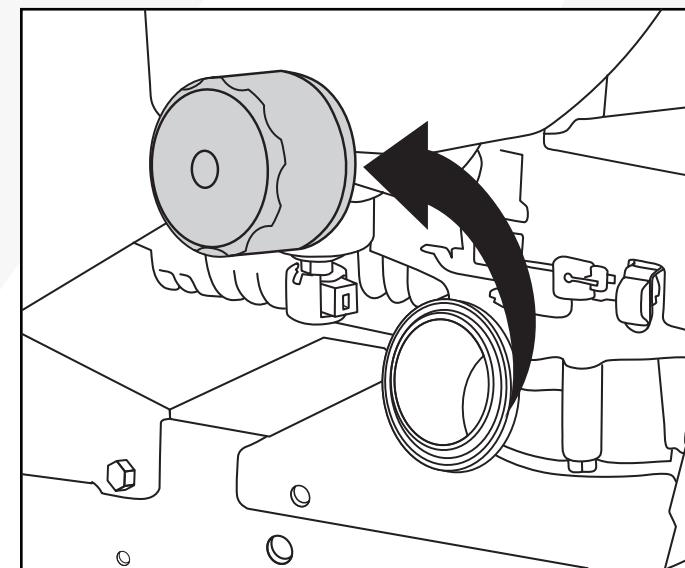

Fig. 38
- Retire el filtro de aceite (Fig. 38) y deséchelo correctamente.